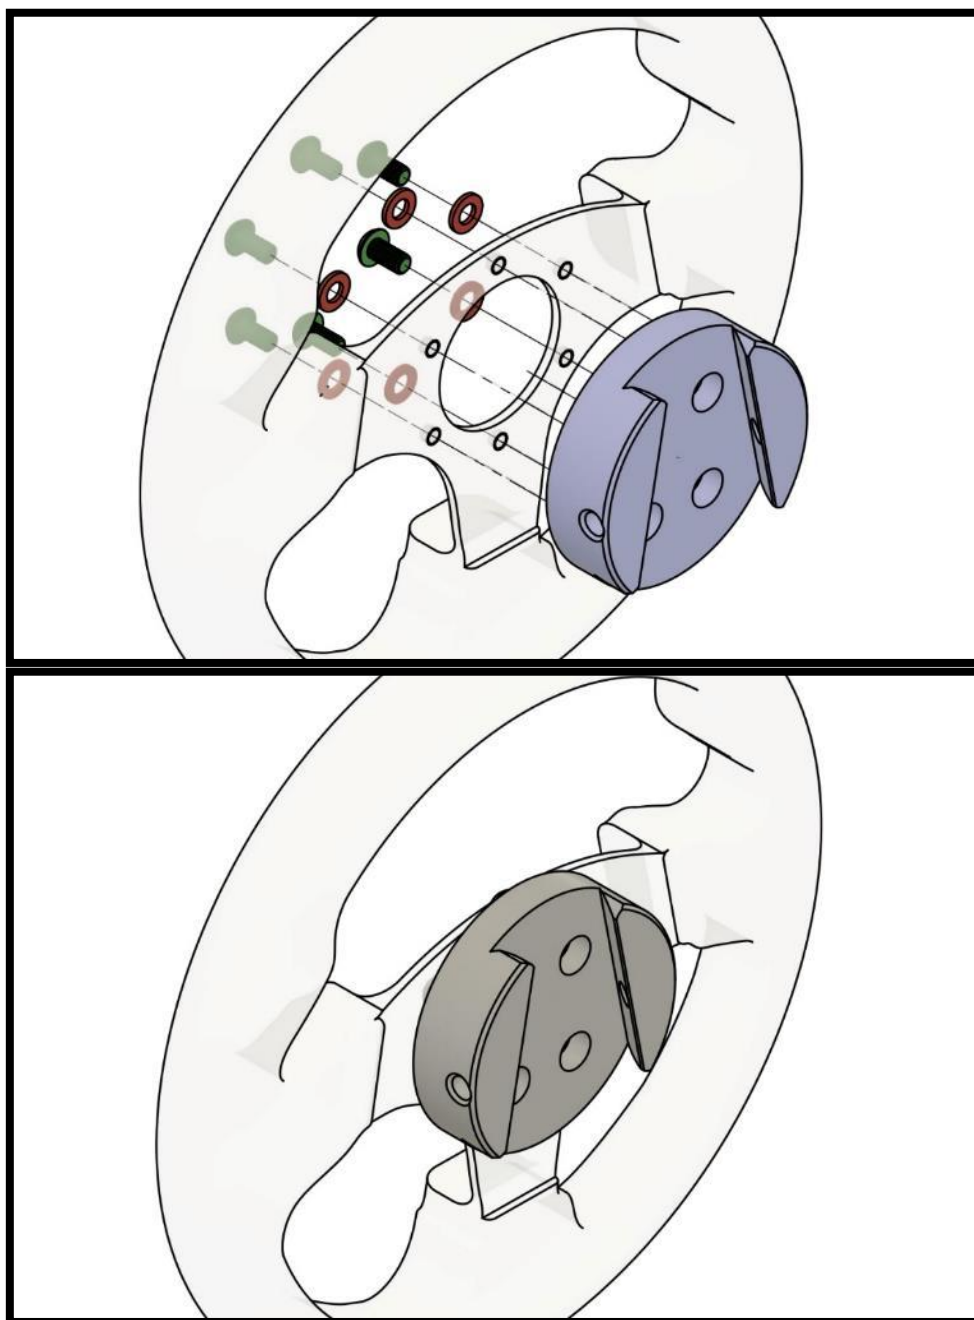

*Imagen 7 Opciones de ensamblaje del SQR*
Las configuraciones estándar (imagen 7) incluyen (1) montaje frontal sin separador de 50.8 mm de DCP (diámetro de la circunferencia primitiva), (2) montaje frontal y dorsal con separador de 50.8 mm de DCP y (3+4) montaje frontal y dorsal de 70 mm de DCP.